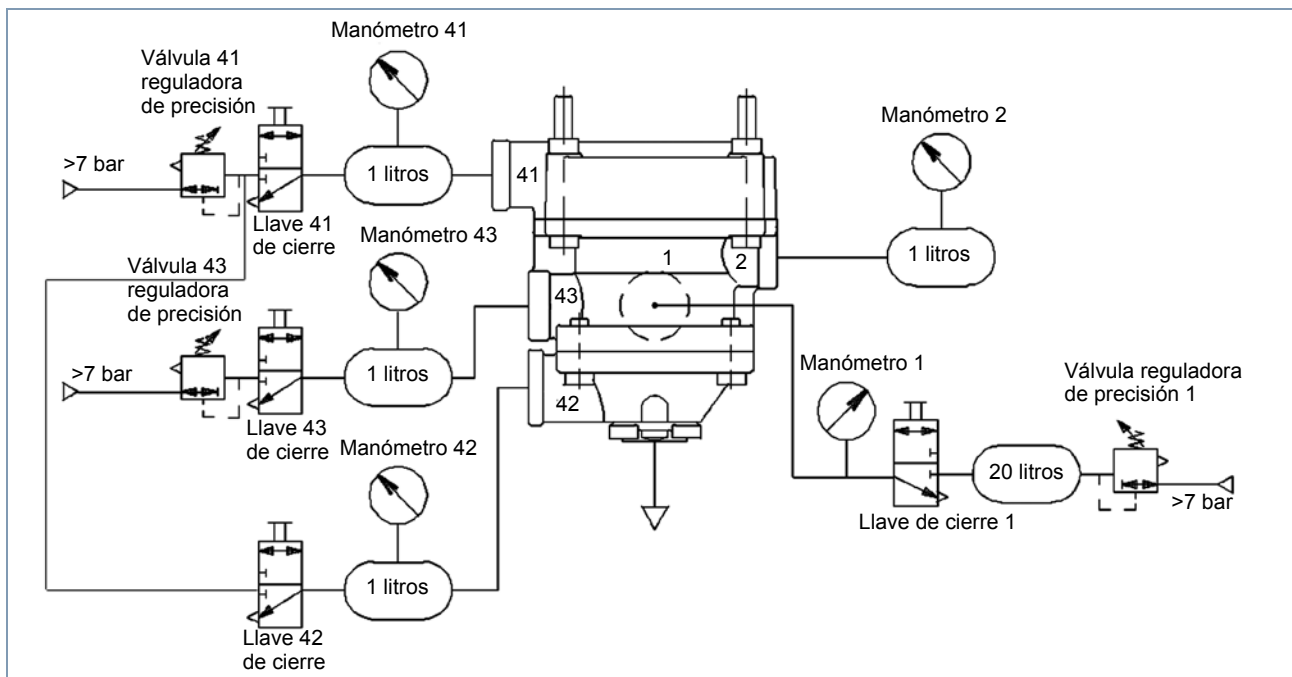

Fig. 3 Esquema de comprobación
- Banco de pruebas 435 197 000 0 o un dispositivo de prueba adecuado (véase fig. 3)
**i** Si no se dispone del banco de pruebas 435 197 000 0, debe comprobarse el componente de acuerdo al esquema siguiente (véase fig. 3).